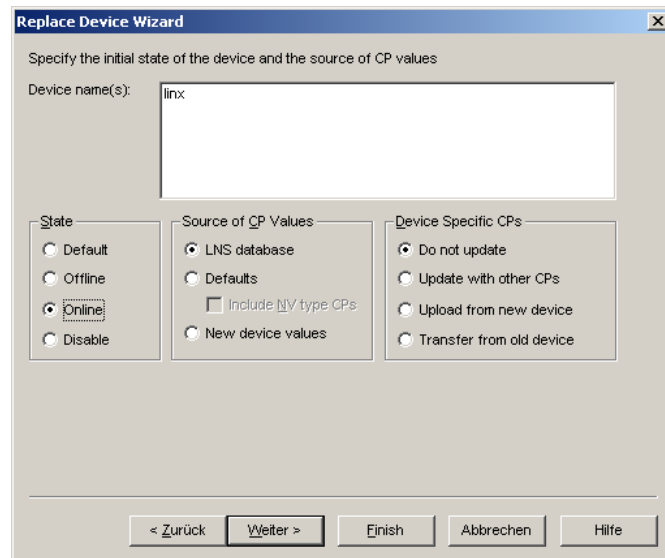

Abbildung 96: Online-Zustand auswählen
5. Dann wählen Sie **Online** aus (siehe Abbildung 96) und klicken Sie auf **Next**.